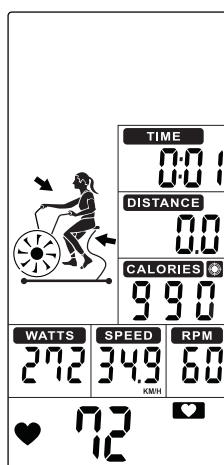

FIGURA 44
- O valor de CALORIAS predefinido entra em contagem regressiva, TEMPO (DISPLAY 3), DISTANCIA (DISPLAY 4), WATTS (DISPLAY 6), VELOCIDADE (DISPLAY 2) e RPM (DISPLAY 1) começam a contar. (Figura 44)